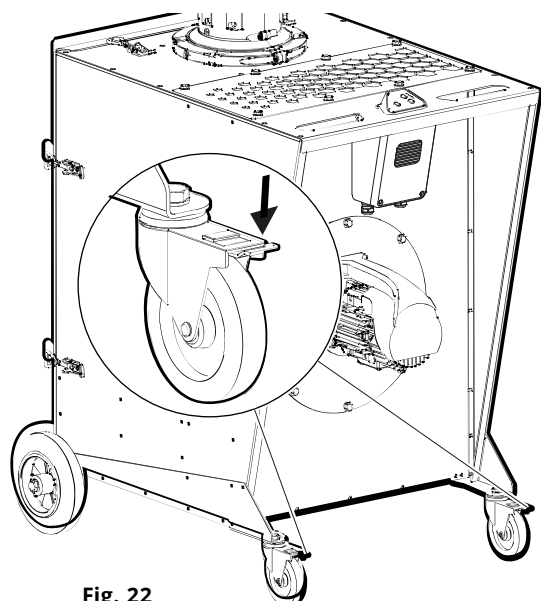

Fig. 22
1. Schwenkbare Räder feststellen (Fig. 22).
1. Schwenkbare Räder feststellen (**Fig. 22**).